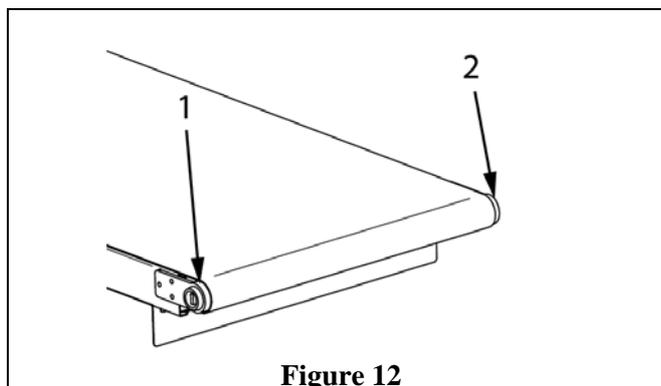
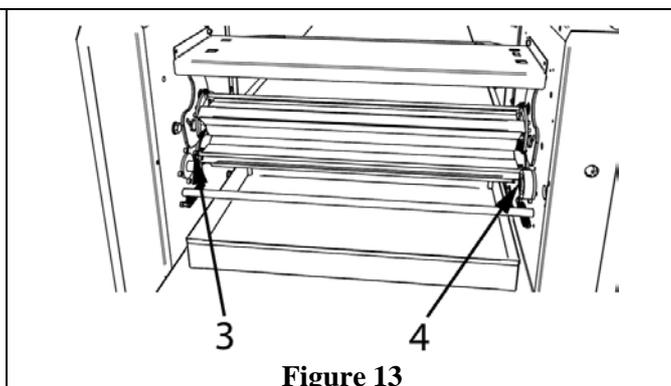

Figure 12
Figure 13
Insérez la borne de la Figure 12, pos. 2 dans le boîtier indiqué sur la figure 13, pos. 3.
Le boîtier indiqué sur la figure 13, pos. 3 est monté sur un support à ressort: poussez ensuite le tapis roulant pour créer l'espace nécessaire au couplage des bornes de la figure 12, pos. 1 et figure 13, pos.4.
Les bornes de la figure 12, pos. 1 et la figure 13 pos.4 (rouleau et moyeu de transmission) sont profilés de telle manière que leur emboîtement permet la transmission du mouvement des parties internes de la machine au rouleau de la bande transporteuse.